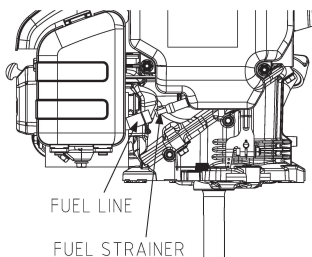

Figure. 13
3. Réinstallez le filtre à carburant (A) et la conduite de carburant. (Voir la figure 13)